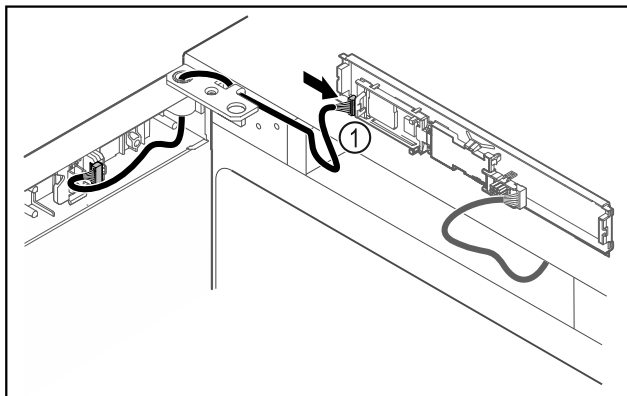

Fig. 45
- ▶ Встановити штекер Fig. 45 (1) на плиті.